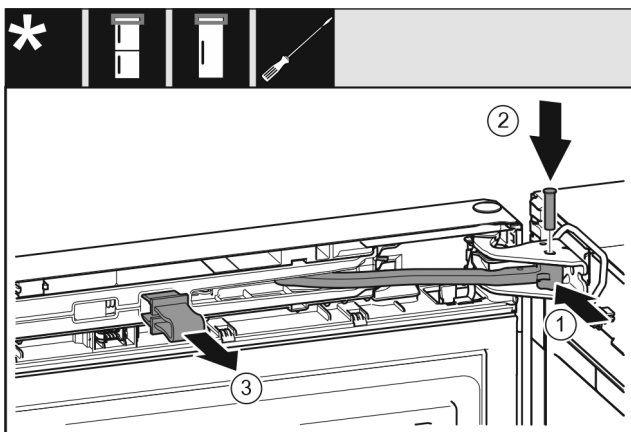

Fig. 48
- Tourner l'articulation dans le support de palier. Fig. 48 (1)
- Introduire le boulon dans le support de palier et l'articulation. Veiller à ce que l'ergot d'encliquetage repose correctement dans la rainure. Fig. 48 (2)
- Enlever l'arrêt. Fig. 48 (3)